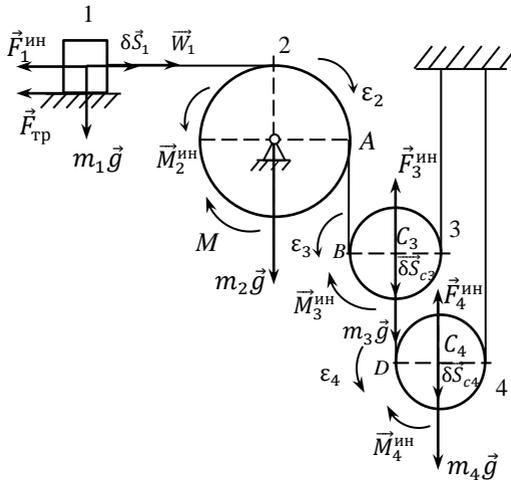

Рис. 28\*
*Пример 7.* Механическая система состоит из однородных дисков и груза, прикреплённого к диску 2 (рис. 28\*). Система приходит в движение под действием силы тяжести и пары сил с моментом  $M = 16 \text{ Н} \cdot \text{м}$ , приложенным к шкиву 2, радиус которого равен  $r = 0,2 \text{ м}$ . Массы тел:  $m_1 = 8 \text{ кг}$ ,  $m_2 = 10 \text{ кг}$ ,  $m_3 = 6 \text{ кг}$ ,  $m_4 = 8 \text{ кг}$ . Коэффициент трения скольжения тела 1 равен 0,1. Определить ускорение тела 1, используя общее уравнение ди-